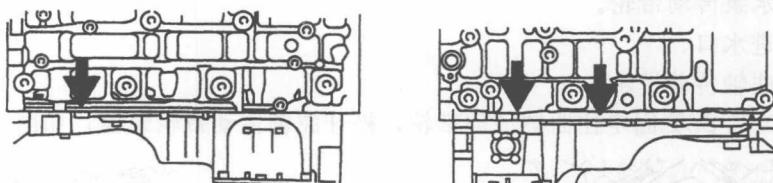

图1-12 拆下机油盘
② 如图1-12所示，用螺钉旋具在机油盘和汽缸体间撬动，拆下机油盘。